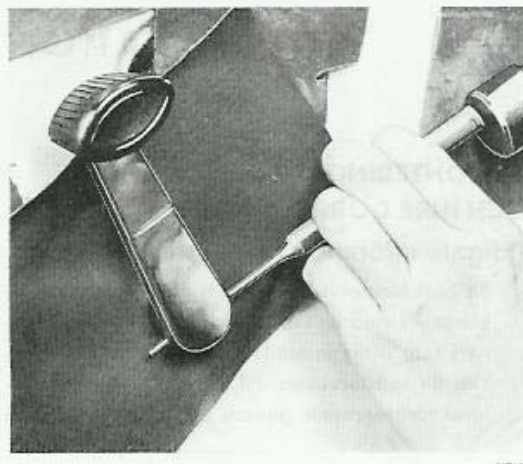

Bild 15. Demontering av inre dörröppnare, tid. utf.
6. Innerhandtaget lossas genom att sprinten slås ut med lämplig dorn (bild 15) varefter handtaget kan tas bort.